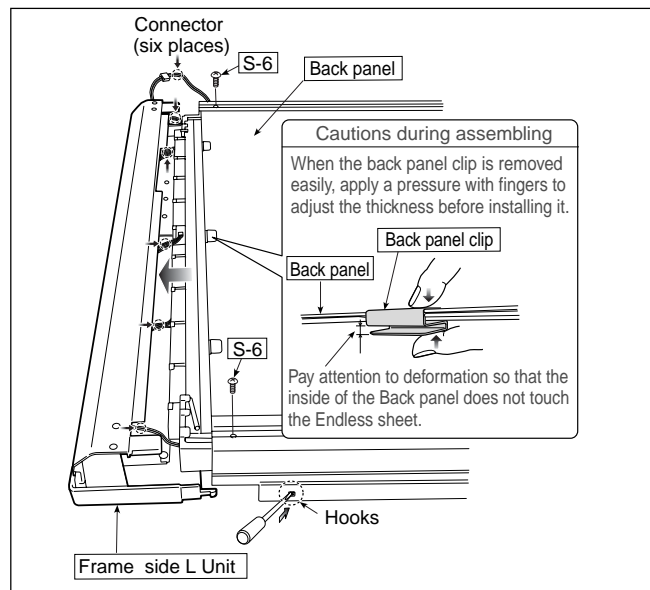

Fig. 2
- 2) Remove the Frame side L Unit. (See Fig. 2.)